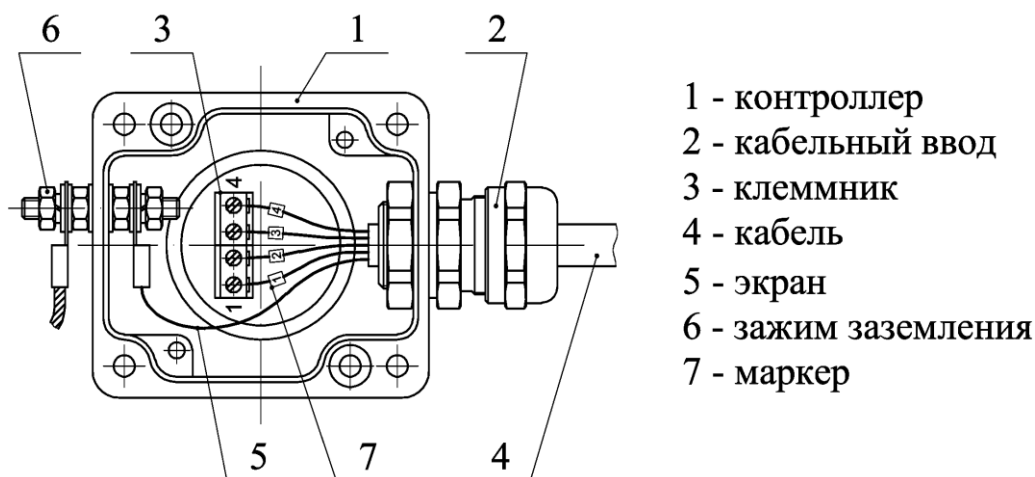

Рисунок 2.3 – Подключение кабеля ДУТ-ППП (УР)
4.2 Снять крышку с клеммного отсека контроллера и отсоединить жилы кабеля ДУТ-ППП (УР) от клеммника 3 и зажима заземления 6 (рисунок 2.3). Ослабить гайку кабельного ввода и извлечь кабель из клеммного отсека контроллера 1. Допускается извлекать кабель вместе с кабельным вводом 2.